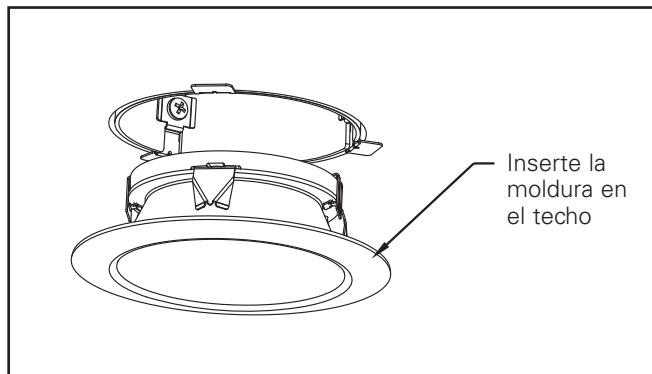

Figura 5
- Inserte la moldura en la abertura del módulo LED hasta que esté a ras contra el techo (consulte la figura 5).